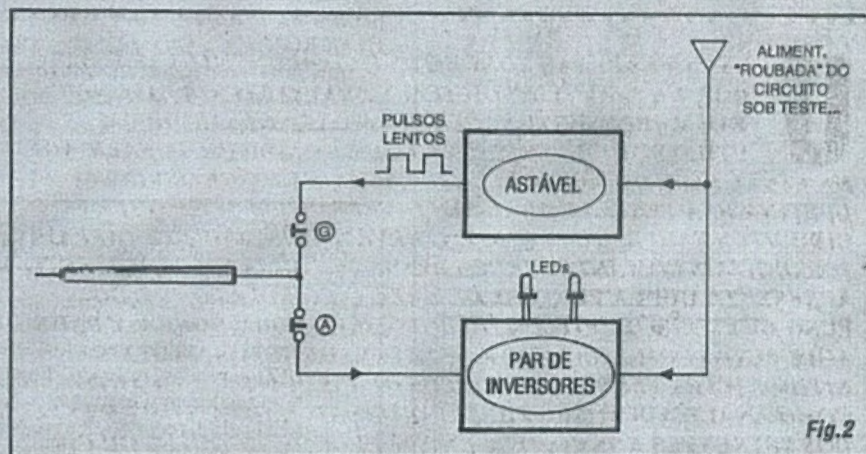

Fig. 2
- FIG. 2 - DIAGRAMA DE BLOCOS (PARA ENTENDER MELHOR...) - Quem encontrou alguma dificuldade em compreender o funcionamento geral do DITE e a sua "divisão de funções", observando o diagrama de blocos perceberá mais facilmente a idéia: são, na verdade, dois circuitos ou módulos totalmente independentes, a não ser pelo compartilhamento da alimentação (que é - conforme foi dito - "roubada" do circuito sob teste ou análise...). Um dos módulos é um oscilador lento, ASTÁVEL de baixa Frequência, gerando um "trem" de pulsos digitais bem nítidos... O outro não passa de uma dupla de inversores, "enfileirados", cada um acionando um LED de cor diferente em sua Saída... Cada um desses dois módulos pode, opcionalmente, ser acoplado à Ponta de Prova (premindo-se o interruptor G no primeiro